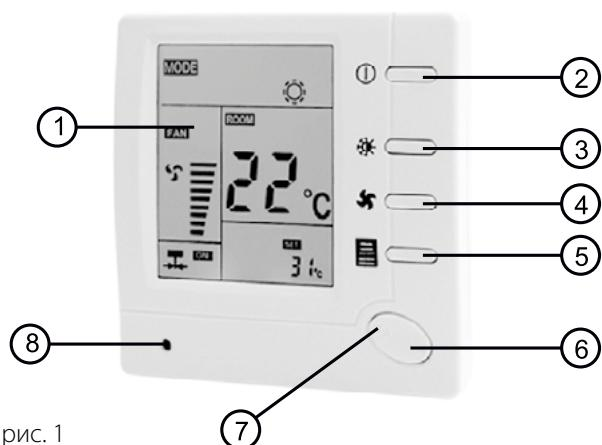
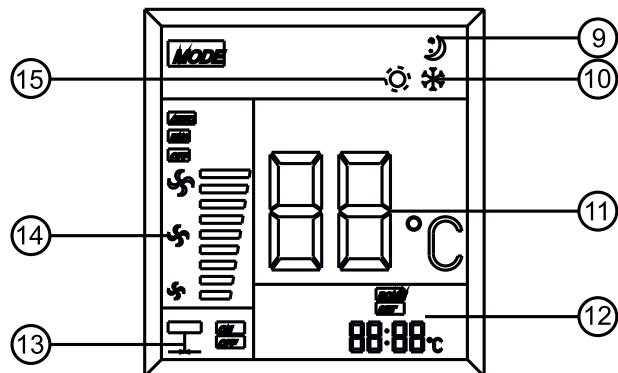

рис. 1
рис. 2
Дисплей (рис.2):
Включите терморегулятор, нажав кнопку питания (2). Нажмите кнопку выбора скорости вентилятора. На дисплее отобразится один из знаков (14 на рис.2) или AUTO. Это означает, что вентилятор будет вращаться на скорости HI (высокая), MED (средняя), LOW (низкая) или AUTO (автоматический режим). Если выбрать режим AUTO, скорость вращения вентилятора будет меняться в зависимости от разницы между фактической температурой в помещении и установленной температурой. Если температура в помещении более чем на 3 градуса выше заданной температуры при охлаждении или более чем на 3 градуса ниже заданной температуры при нагреве, вентилятор будет работать на наибольшей скорости. Если температура в помещении на 2-3 градуса выше, чем установленная температура при охлаждении или на 2-3 градуса ниже, чем установленная температура при нагреве, вентилятор будет работать на средней скорости. Если температура в помещении на 0-1 градус выше установленной температуры при охлаждении или на 0-2 градуса ниже установленной температуры при нагреве, вентилятор будет работать на малой скорости.
Установите кнопкой выбора режимов работу в режиме нагрева (знак 15 на рис.2). Нажмите "+" для увеличения значения температуры регулирования. Если температура в помещении ниже установленной, система нагрева начнет работу. Нажмите "-" для уменьшения значения температуры регулирования. Если температура в помещении выше установленной, система нагрева остановит работу.
Установите кнопкой выбора режимов работу в режиме охлаждения (знак 10 на рис.2). Нажмите "-" для уменьшения значения температуры регулирования. Если температура в помещении выше установленной, система охлаждения начнет работу. Нажмите "+" для увеличения значения температуры регулирования. Если температура в помещении ниже установленной, система охлаждения останавливает работу.
Нажмите кнопку перехода в «ночной» режим (5 на рис.1). Появляется символ «ночного» режима (9 на рис.2). Данный режим будет активен в течение 8 часов, при этом терморегулятор будет контролировать нагрев или охлаждение согласно графику приведенному ниже. Снова нажмите кнопку перехода в «ночной» режим, соответствующий символ исчезнет, что означает отмену работы в «ночном» режиме.
Настройка режимов управления позволяет вам для автоматического режима установить определенные рабочие характеристики терморегулятора в соответствии с вашими требованиями. Выключите терморегулятор нажав на кнопку питания затем нажмите и удерживайте кнопку «ночного» режима (5, рис.1) не менее 4 секунд до того, пока не засветится дисплей. Это означает, что вы вошли в первый пункт настройки режима управления меню. Всего имеется 4 таких пункта что соответственно отображается на дисплее. Выбор соответствующего пункта меню определяется нажатием кнопки (5). В каждом пункте для изменения настроек воспользуйтесь кнопкой "+" или "-". Для выхода из меню и возврата в обычный режим работы, выключите терморегулятор, нажав на кнопку питания и снова его включите.